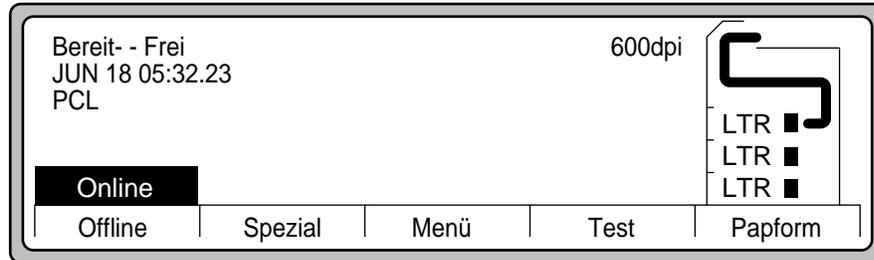

Abbildung 2-79 Bereit (Hauptmenü)
12. Nach Abschluß der Initialisierung wird die Meldung **Bereit** angezeigt (siehe Abbildung 2-79).